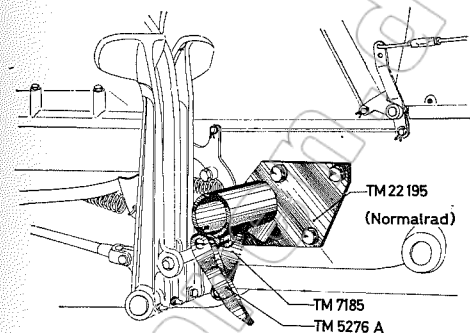

Abb. 10
1. Der **Tragbock** TM 22195 (Bereifung 9–36 oder 11–28 = Normalrad) oder TM 22210 (Bereifung 11–36 oder 13–30 = Hochrad) wird durch drei Sechskantschrauben M 12×35 und den dazugehörigen Federringen B 12 am Dreilochflansch des Kupplungsgehäuses befestigt. (Abb. 10 u. 11).